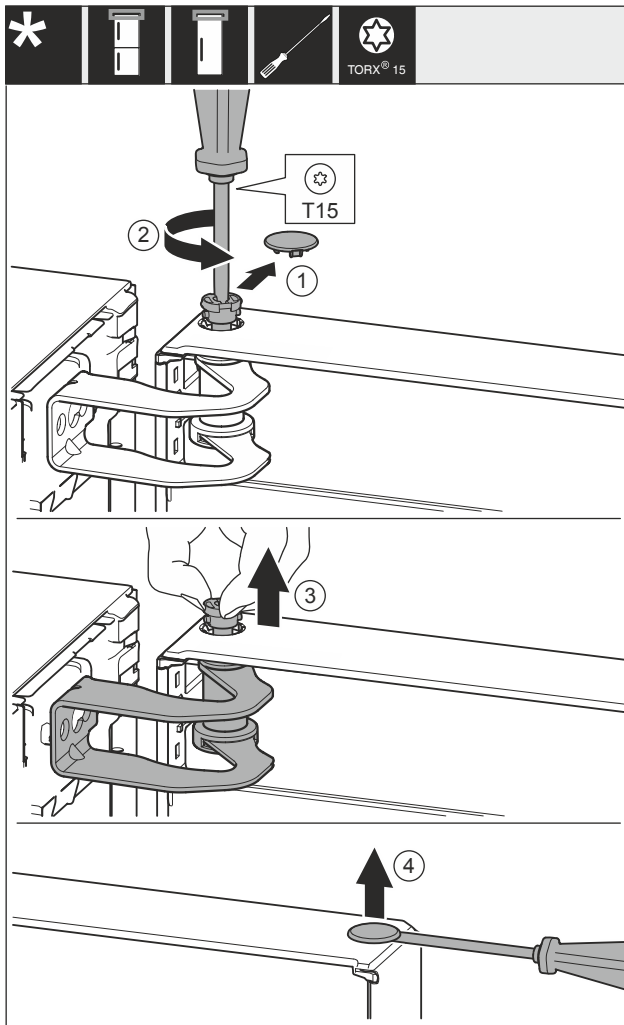

Fig. 29
- ▶ Afdekking Fig. 29 (1) voorzichtig wegnemen.
- ▶ Bouten Fig. 29 (2) met een schroevendraaier iets losdraaien.
- ▶ Bouten Fig. 29 (3) met de vingers er uit trekken.
- ▶ Afdekking Fig. 29 (4) voorzichtig met een schroevendraaier optillen en verwijderen.